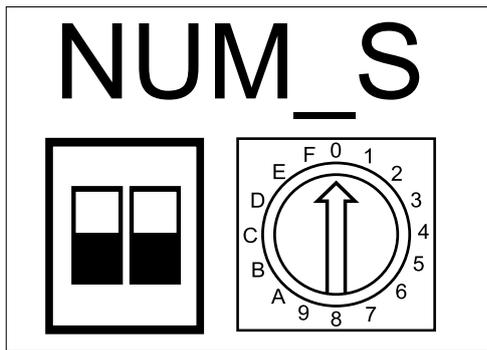

Fig 16.1 Interruptores NUM_S de la unidad interior
- Para que la unidad exterior pueda reconocer las unidades interiores es imprescindible especificar un código ÚNICO de dirección para cada una de ellas antes de poner en marcha el sistema. Esto se realiza utilizando los interruptores NUM_S de la placa de cada unidad interior (ver fig. 16.1)